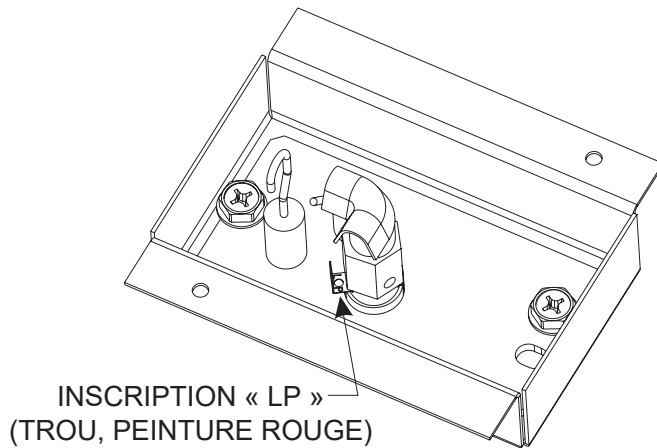

Figure 7
11. Utiliser une clé ouverte de 7/16 po pour desserrer le corps de la veilleuse en tournant légèrement en - sens antihoraire. Faire glisser l'attache de l'orifice de la veilleuse vers l'autre côté et le serrer en tournant en sens horaire. **Voir Figure 7.**